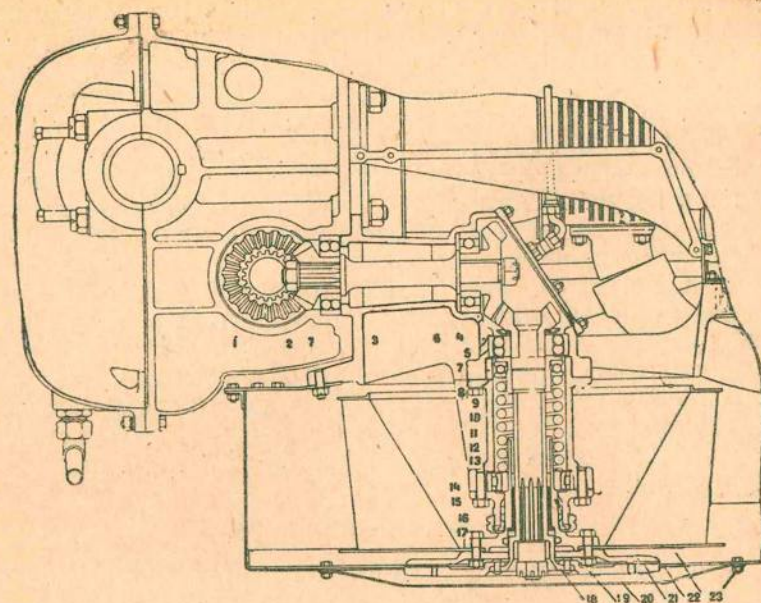

Рис. 18. Система охлаждения. Привод вентилятора.
Турбинка вентилятора (рис. 18) изготовлена из листового железа (23). К нижнему концу турбинки крепится с одной стороны полая ось вентилятора (13), а с другой — стальной диск, служащий для привода турбинки. Во внутрь оси вентилятора вставлены две бронзовые втулки, на которых турбинка вращается при пробуксовке ее на оси фрикциона (18).